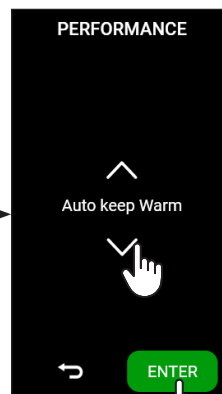

fig.11
- Seleccione el modo de rendimiento deseado (para los detalles de cada modo, consulte el párr. 4.9.1.c) (fig.11);